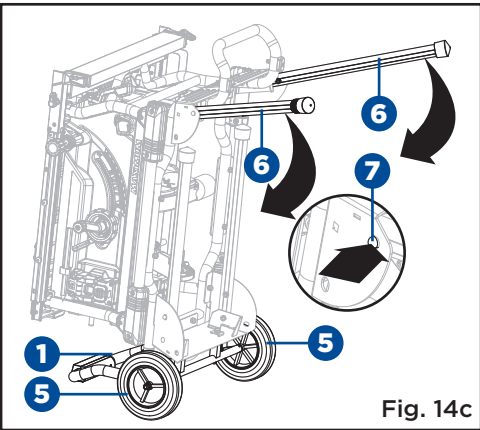

Fig. 14c
- Repliez les deux autres pattes de support (6). Pour ce faire, poussez les goupilles de verrouillage (7) jusqu'à ce qu'elles dégagent les pattes de support (6) des trous, puis faites pivoter les pattes de support vers le bas jusqu'à ce que les pattes de support soient verrouillées avec les goupilles de verrouillage (7) engagées dans les trous. (Fig. 14c)